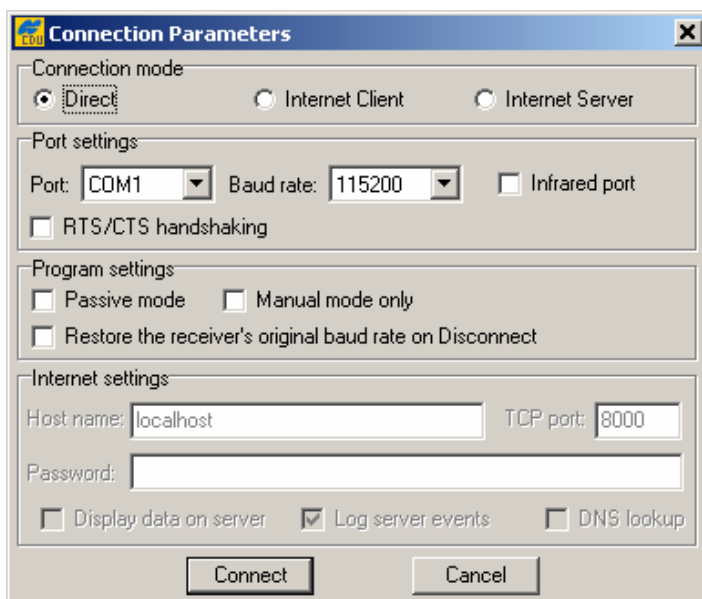

Рисунок 2-8. Параметры интерфейсов Bluetooth и RS232
- Для Bluetooth или RS232 интерфейсов (см. рис. 2-8 на стр. 2-14):